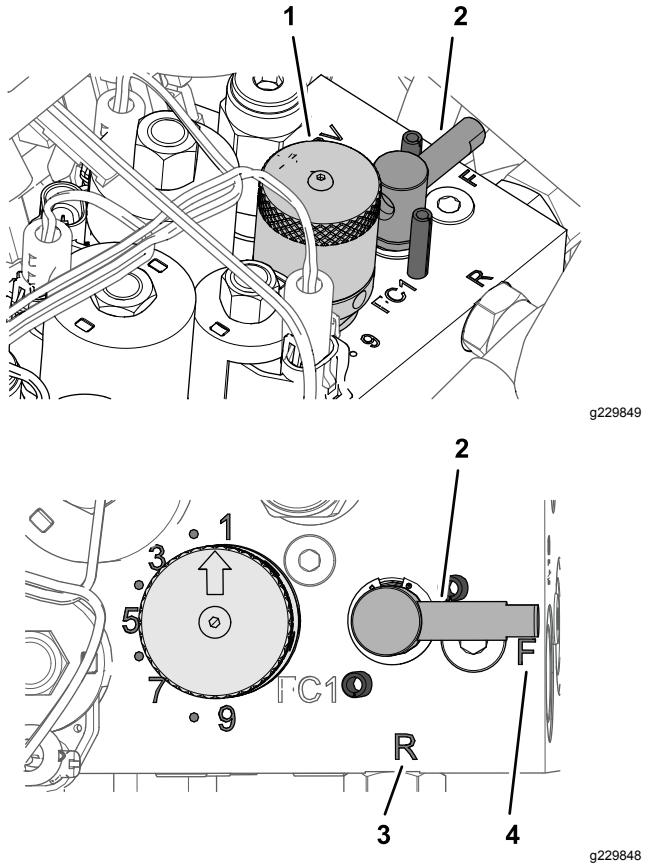

Bild 54
4. Drehen Sie den Läpphebel in die R-Stellung (Bild 54).
5. Drehen Sie das Handrad für die Spindeldrehzahl auf die Einstellung 1 (Bild 54).